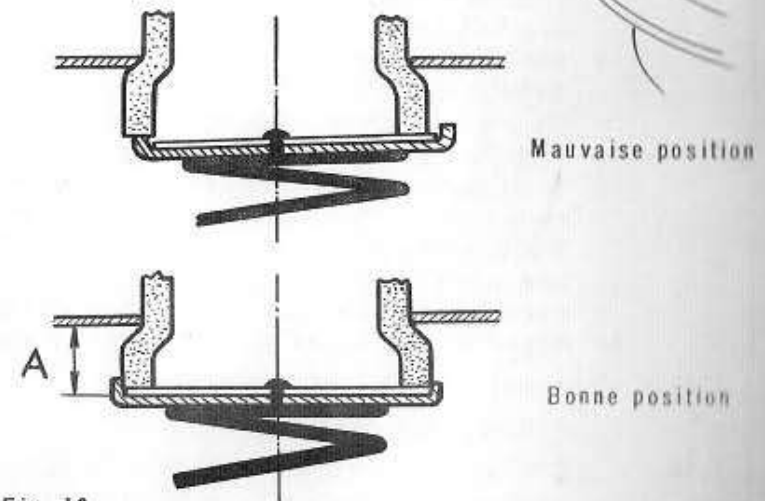

Fig. 18
- 2) Sous le passage de roue, dégager la durite (4) du boîtier de remplissage (1). Finir de déposer la durite par l'intérieur du coffre.
- 3) Par l'intérieur du coffre, engager la durite dans le caoutchouc d'étanchéité (3). Placer la durite sur l'embout du réservoir, l'enfoncer d'environ 30 mm. Serrer le collier (5). Passer le bras sous le passage de roue, et engager la durite dans le boîtier de remplissage, s'assurer que son dépassement A (Fig. 18) est correct sur tout le pourtour.
- Veiller au bon positionnement du bouchon sur la durite au moment de la fermeture du couvercle (Fig. 18).